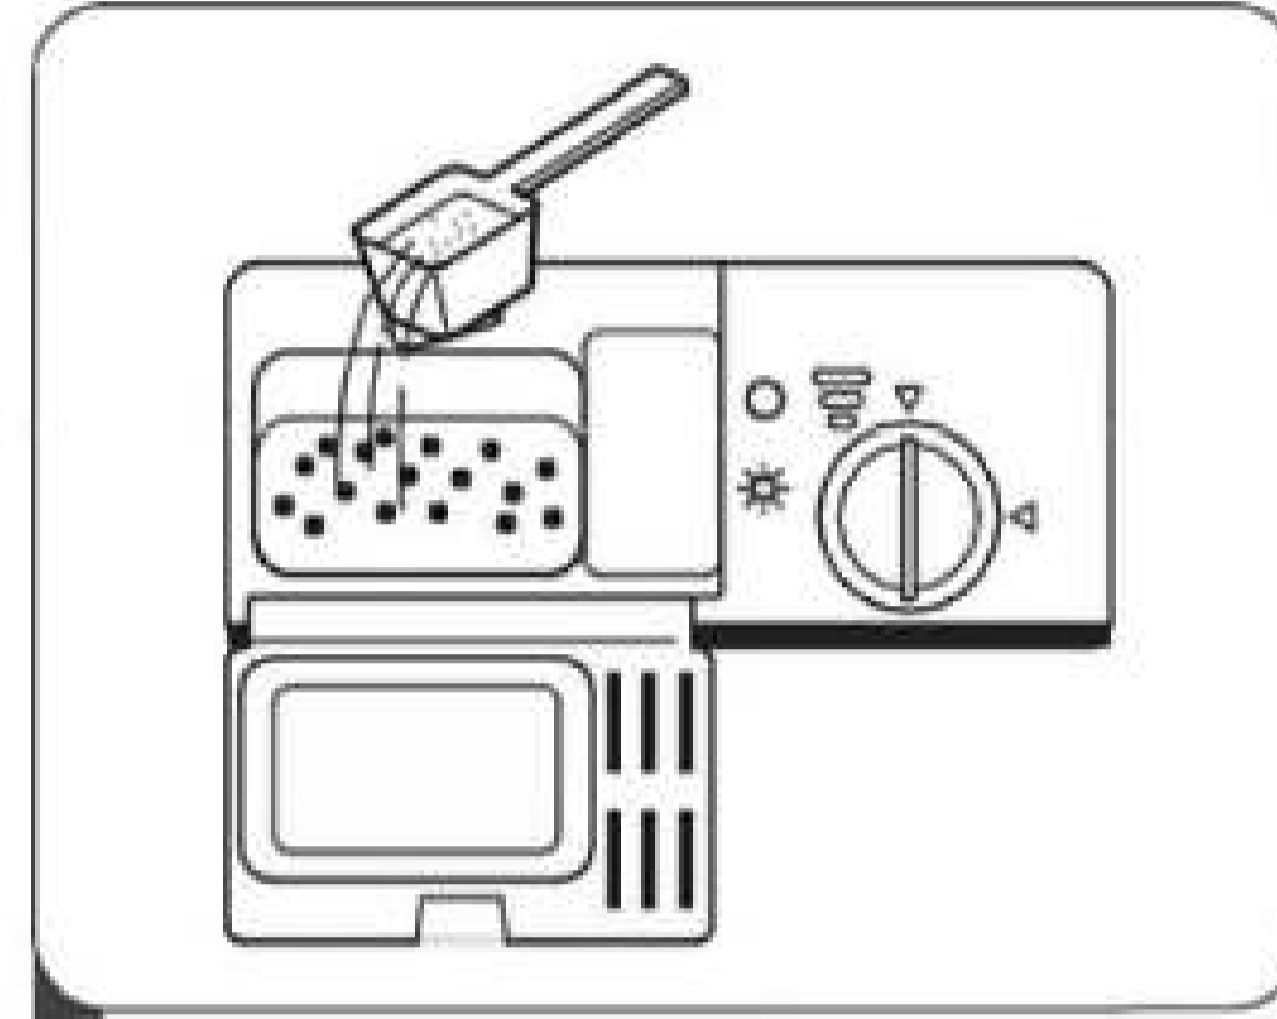

Fig. 2
Fig. 2: Adicione detergente na cavidade maior (A) para o ciclo de lavagem principal. Para cargas de lavagem mais sujas, adicione também algum detergente na cavidade menor (B) para o ciclo de pré-lavagem;